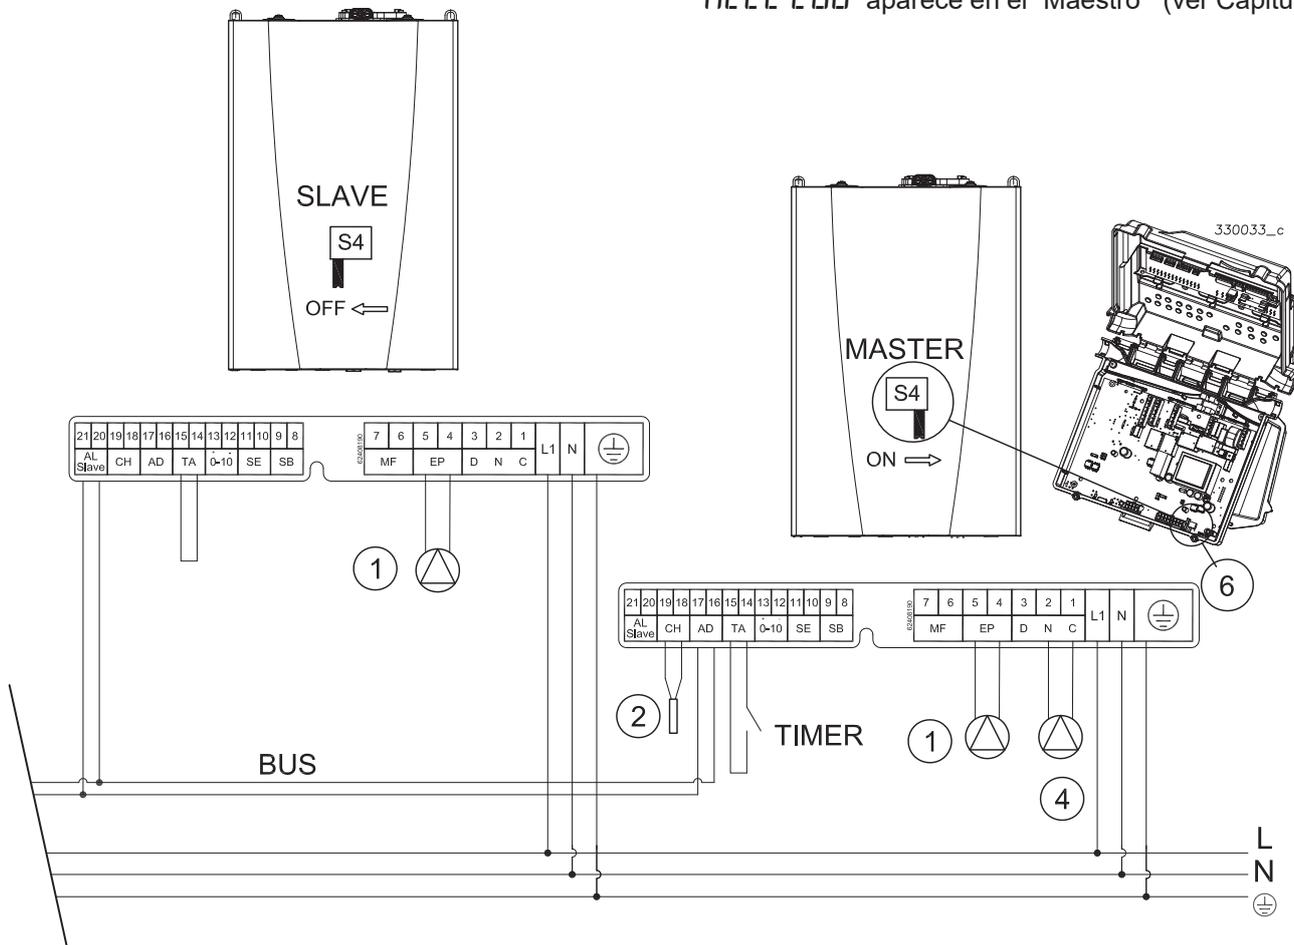

Figura 5-13 - Conexión eléctrica de dispositivos en cascada sin acumulador
- 3.- Realice la instalación eléctrica como se muestra en la Figura 5-13;
- 5.- Queda en el aparato "Master", compruebe que el interruptor "S4" esté en la posición ON (Ver Figura 5-13);
- 7.- Permaneciendo en el aparato "Slave", mueva el interruptor "S4" a la posición OFF (Vea la Figura 5-13);